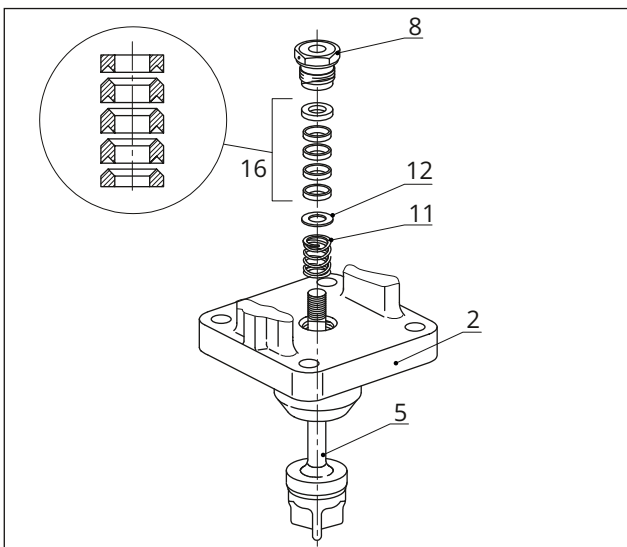

Bild 30: Stopfbuchspackung Standard
ckungsraum einschieben. Korrekte Anordnung beachten, vgl. Bild 30.
9. Stopfbuchsteile mit einem geeigneten Werkzeug vorsichtig über die Kegelstangenverlängerung in den Packungsraum einschieben. Korrekte Anordnung beachten, vgl. Bild 30.
10. Ventiloberteil mit Schrauben (32) und Muttern (33) befestigen. Anzugsmomente beachten.
11. Gewindebuchse (8) einschrauben und festziehen. Anzugsmomente beachten.
12. Kontermutter (10) und Kupplungsmutter (9) lose auf Kegelstange schrauben.
13. Flansch (2) auf das Gehäuse setzen.
14. Stopfbuchsteile mit einem geeigneten Werkzeug vorsichtig über die Kegelstange in den Packungsraum einschieben. Korrekte Anordnung beachten, vgl. Bild 30 und Bild 31.
15. Kegel (5) fest in den Sitz (4) drücken. Dabei Flansch (2) mit Gehäusemutter (14) befestigen. Gehäusemutter schrittweise über Kreuz anziehen. Anzugsmomente beachten.
16. Gewindebuchse (8) einschrauben und festziehen. Anzugsmomente beachten.
17. Kontermutter (10) und Kupplungsmutter (9) lose auf Kegelstange schrauben.